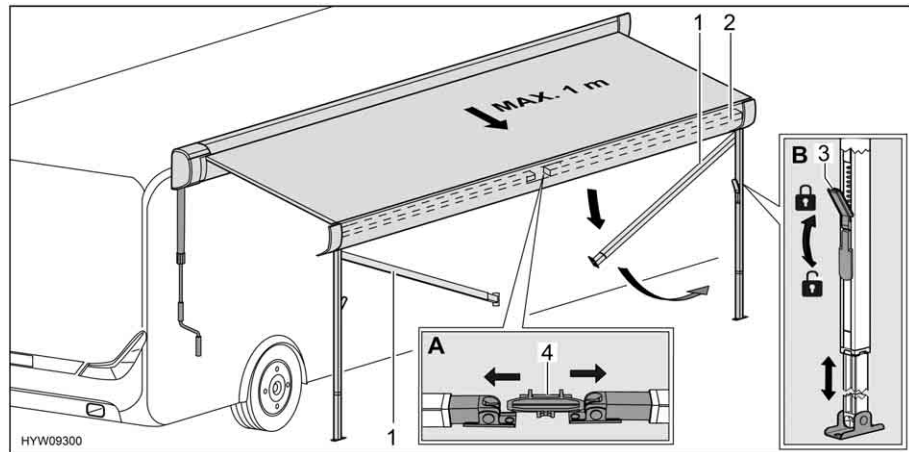

Fig. 37 Preparazione dei montanti di supporto
- Sbloccare i montanti di supporto (Fig. 37,1) dal supporto (Fig. 37,4) nel listello anteriore (Fig. 37,2). A tale scopo, premere leggermente verso l'esterno i montanti di supporto (Fig. 37,A).
- Allentare i bloccaggi (Fig. 37,3) dei montanti di supporto. A tale scopo, ripiegare la leva di serraggio verso il basso.
- Estrarre la parte inferiore dei montanti di supporto fino alla lunghezza desiderata (Fig. 37,B).
- Chiudere i bloccaggi (Fig. 37,3) dei montanti di supporto. A tale scopo, tirare verso l'alto la leva di serraggio.